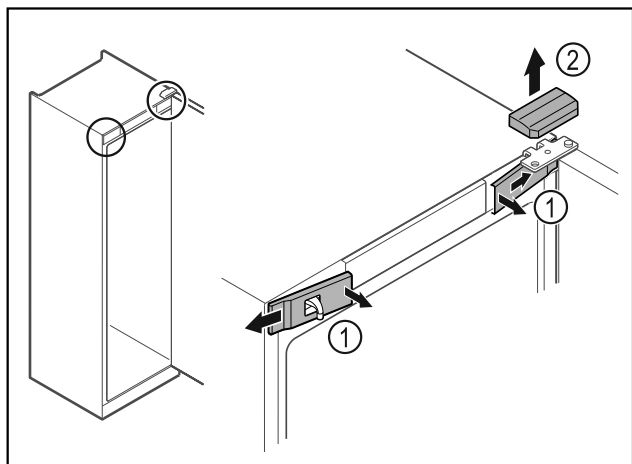

Fig. 11
- ▶ Klik de forreste indvendige afdækninger Fig. 11 (1) ud, og tag dem af i siden.
- ▶ Tag den øverste afdækning Fig. 11 (2) af opefter.